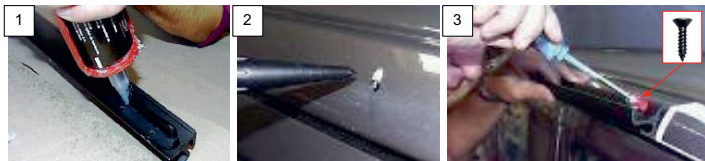

Abb. 4-2: Verklebung der Multirail / Glueing the Multirail
- Sikaflex auftragen (s. Abb. 4-2, 1),
- Jede Bohrung am Fahrzeug mit einem Tropfen Sikaflex abdichten (2),
- Anschließend die Multirail mit den Edelstahlschrauben befestigen (3),
- *apply Sikaflex (see Abb. 4-2, 1),*
- *Seal each hole on the vehicle with a drop of Sikaflex (2),*
- *Then fasten the Multirail with the stainless steel screws (3),*